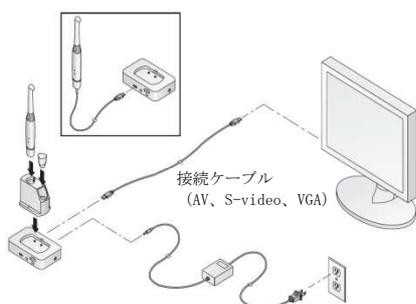

図5
- (1) ワイヤレス接続の場合はドッキングステーション底部の出力スイッチで映像出力の切り換えを行い、ドッキングステーションとモニターを接続し (図 5)、モニターのスイッチを入れて、SD カードをドッキングステーションの SD カード挿入口に挿入する。